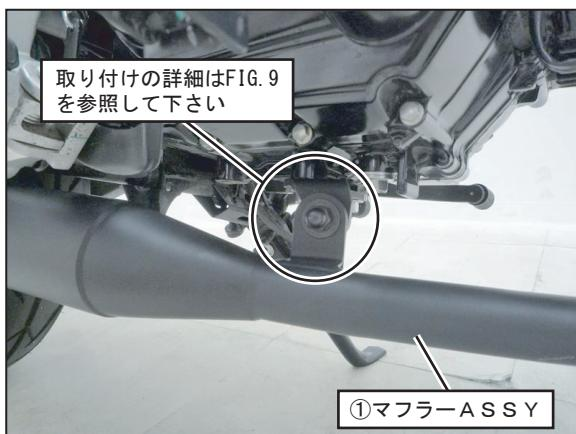

FIG. 8
7. ①マフラーASSY前側のステーを手順4で取り付けた②エキゾーストパイプステーに⑥六角ボルトM8×30（黒）、⑧平ワッシャM8×22（黒）、⑨平ワッシャM8×26（黒）、⑪袋ナットM8（黒）を使用して仮締めして下さい。（FIG. 8, 9参照）